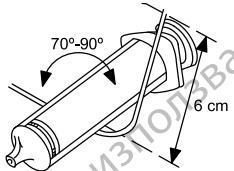

Figura 3. Curve el estilete
2. Seleccione un estilete según la función y la firmeza preferida. Si lo desea, curve suavemente el estilete con un instrumento estéril de superficie lisa (p. ej., el cilindro de una jeringa de 10 o 12 cc) (Figura 3 Curve el estilete en la página 19). Cuando se utiliza el estilete, la probabilidad de que una curva suave se enderezca es menor en comparación con una curva que tenga un ángulo agudo.